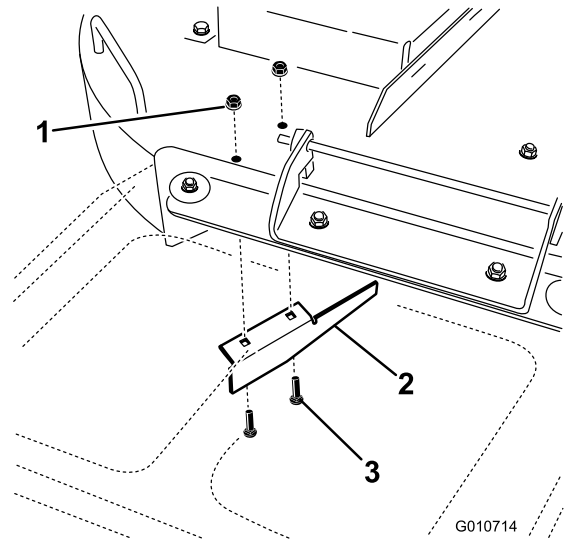

Figura 1
5. Localice el tabique en el orificio de descarga lateral de la plataforma de corte (Figura 1).